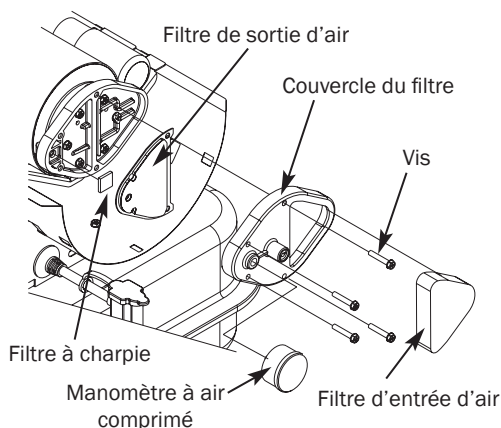

Figure 11 - Assemblage du filtre
- Tournez le manomètre à air comprimé dans le sens contraire des aiguilles d'une montre et retirez les vis du couvercle du filtre à l'aide d'un tournevis à embout étoile (voir filtre de sortie d'air, filtre à charpie, figure 11).